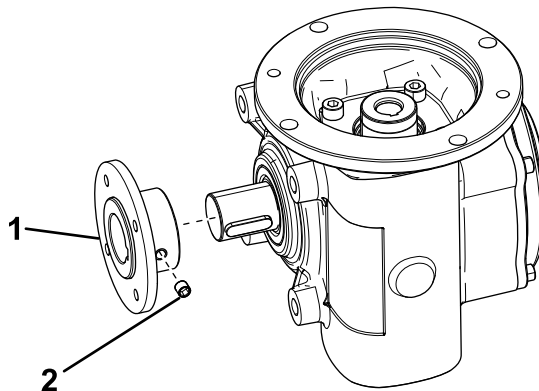

Figura 19
1. Coloque el acoplamiento (30 mm) en el eje de la caja de engranajes y sujételo con un tornillo de fijación (Figura 19).